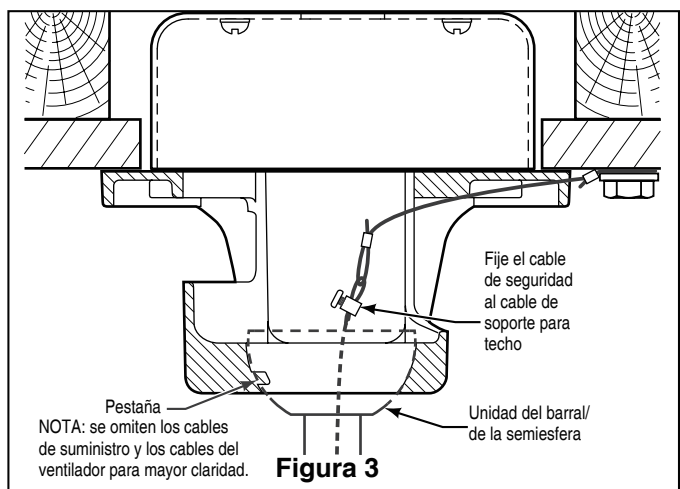

Figura 3
7. Introduzca a través de la apertura de la abierta mirando hacia arriba. (Figura 3)
8. Vuelva a colocar la semiesfera en el barral como se indica a continuación. Pase los tres cables de 2.03 m (80") a través de la semiesfera. Pase el pasador a través de los dos orificios en el barral y alinee la semiesfera de modo que el pasador quede atrapado en la ranura de la parte superior de la misma. Empuje la semiesfera hacia arriba, bien ajustada contra el pasador. Ajuste firmemente el tornillo de fijación en la semiesfera. Si el tornillo de fijación está flojo, podría provocar oscilación del ventilador. (Figura 3)
10. Deslice la cubierta del motor de acoplamiento abajo hasta que toque la parte superior de la carcasa. (Figura 3)
4. Levante cuidadosamente el ventilador y coloque el ensamble de la bola para colgar/varilla en la abrazadera para colgar que acaba de fijar a la caja de salida. Asegúrese de que la ranura de la bola esté alineada con la lengüeta de la abrazadera para colgar. (Figura. 3)
- Conecte los cables como se indica: (Figura 3)